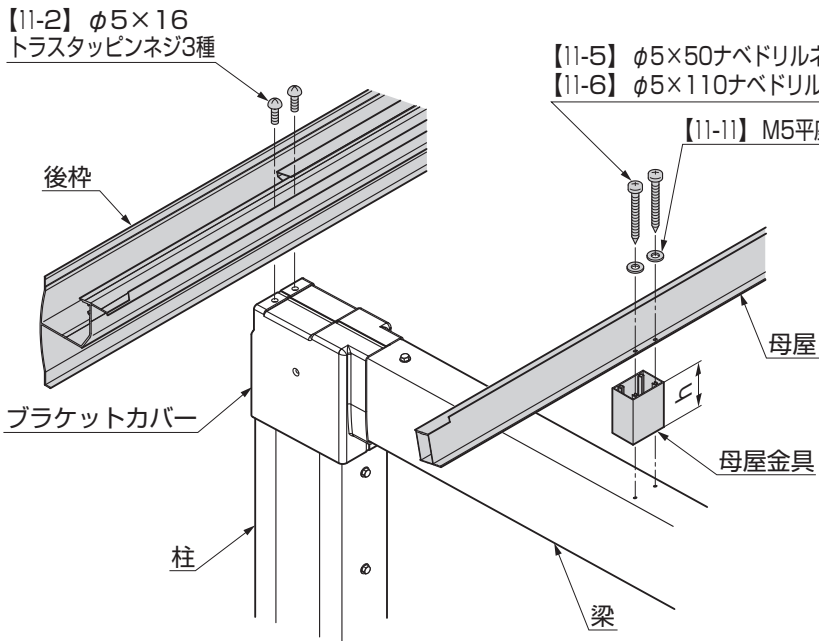

図3-1
①後枠をブラケットカバーに【11-2】で取付けてください。(図3-1参照)